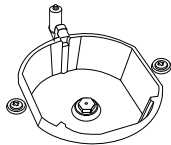
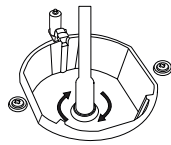

Figure 4
Figure 5
- 2. Veuillez retirer le gicleur (figure 4) du brûleur à l'aide d'un tournevis spécial et installez un nouveau gicleur. (figure 5)